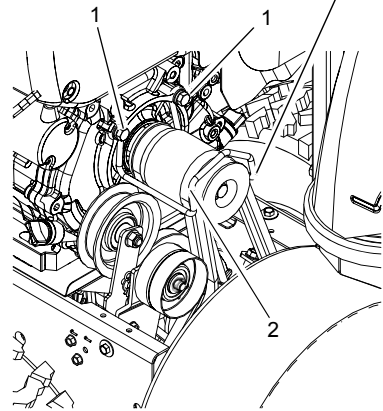

Abbildung 31
(Abbildung 31)
6. Die Riemenführung entfernen (Abbildung 31).